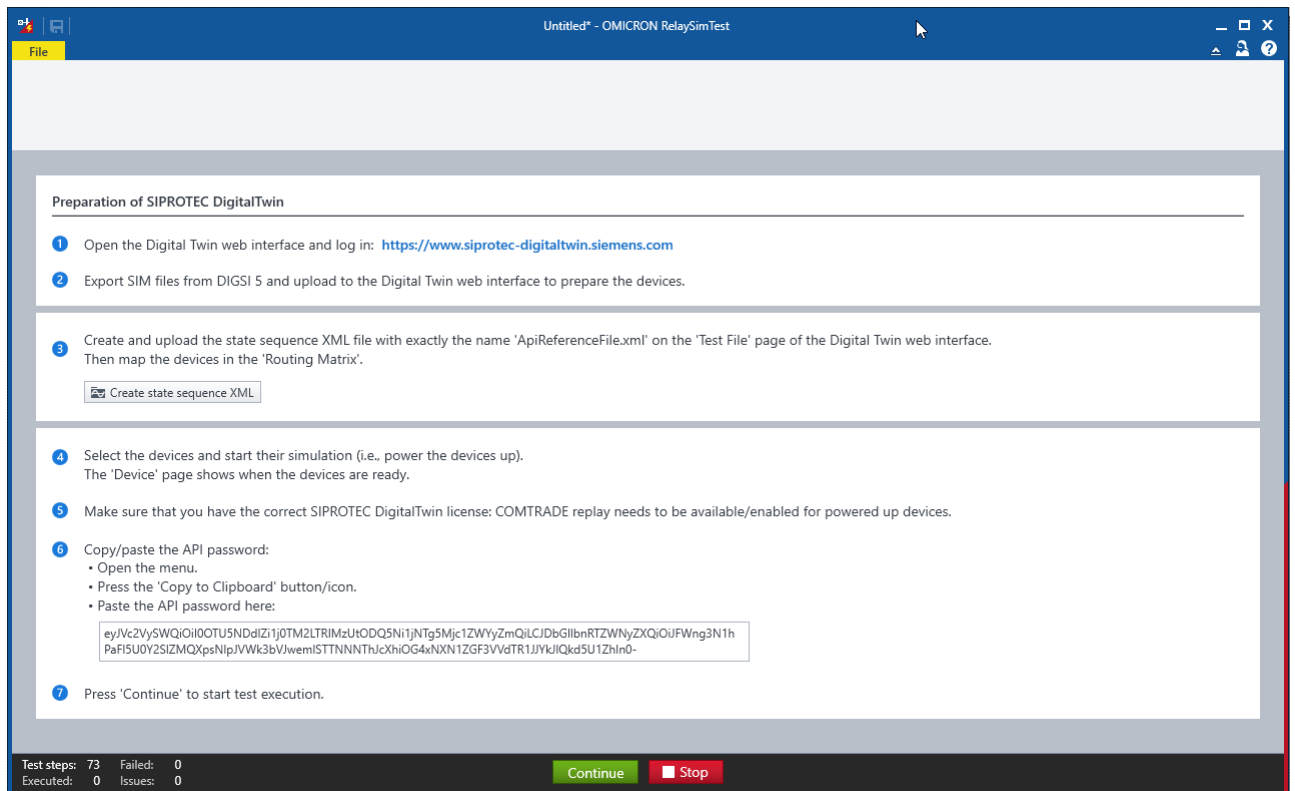

Figure 2 : Boîte de dialogue de configuration Préparation du SIPROTEC DigitalTwin
1. Exécutez un test avec un Digital Twin et suivez les instructions de la boîte de dialogue de configuration **Préparation du SIPROTEC DigitalTwin** (voir la figure 2).